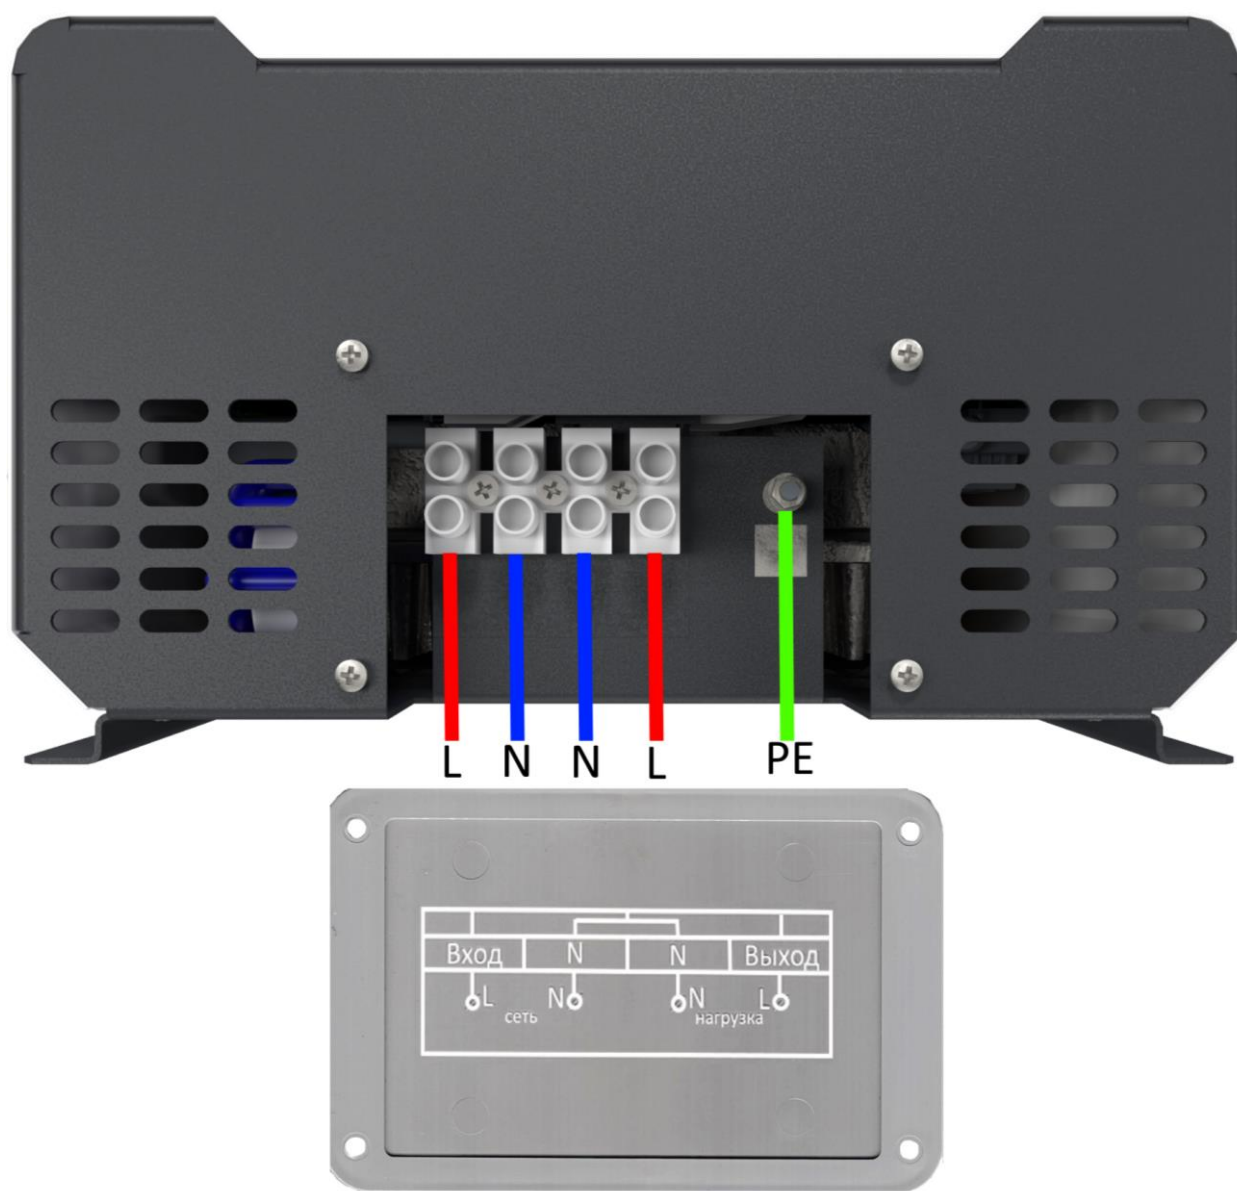

Рисунок 8. Схема подключения стабилизатора
2. При помощи отвертки открутить 4 винта защитной крышки с нижней части стабилизатора для доступа к клеммной колодке (см. рисунок 8).